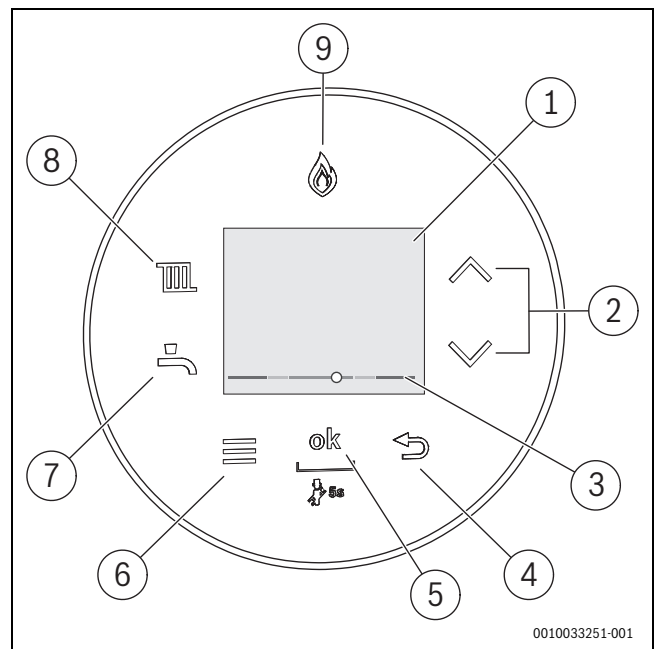

Bild 36 Anzeigen und Bedienelemente des Steuergeräts UI 700
- Warmwasser-Einstellung über das Menü **Warmwasser**; Aufruf des Menüs mit Taste „Warmwasser“ (→ Bild 36, [7])
- Heizungs-Einstellung über das Menü **Heizung**; Aufruf des Menüs mit Taste „Heizung“ (→ Bild 36, [8])
- Manueller Betrieb z. B. für Abgastest; Taste „ok“ länger als 3 Sekunden drücken (→ Bild 36, [5])
- Statusanzeige und Störungsdiagnose in einem LC-Display (→ Bild 36, [1])
- Notbetrieb; Taste „ok“ länger als 8 Sekunden drücken (→ Bild 36, [5])